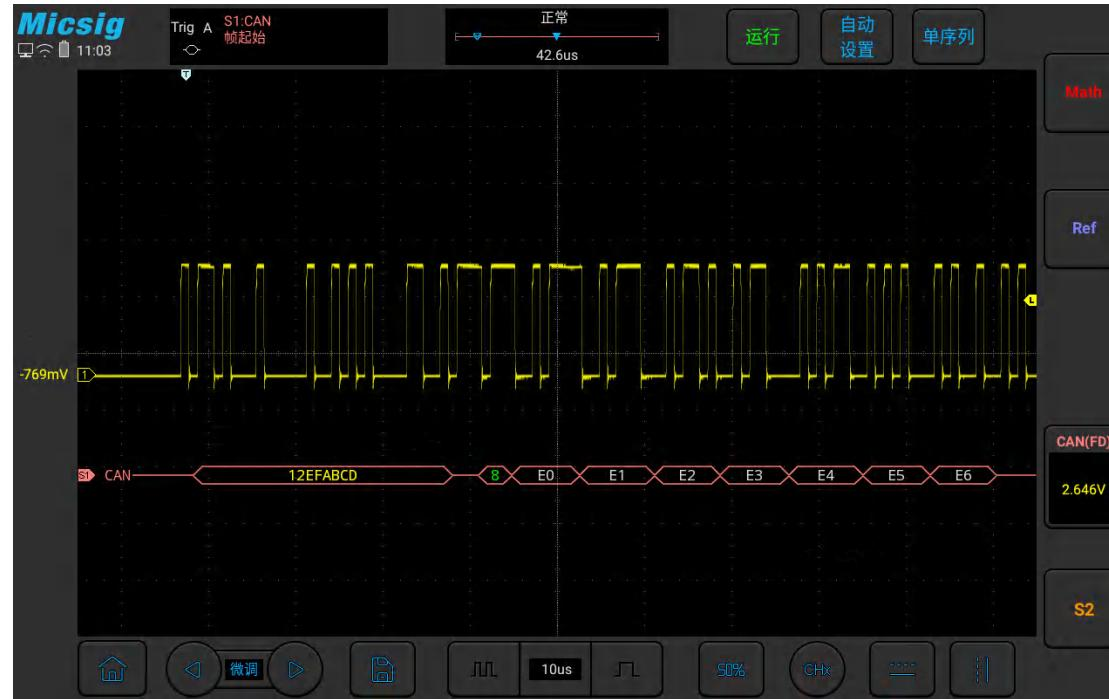

图11-16 CAN 图形界面
- (1) 轻点 S1 打开解码通道，向左轻扫 S1 打开总线配置菜单；
- (2) 选择总线类型为“CAN”，依次点选“Ch1”“CAN_H”“500kb/s”，FD 波特率设置为“无”，设置完成后点按空白区域关闭菜单；
- (3) 打开触发方式配置菜单，点选“帧起始”；
- (4) 依据信号幅值调节阈值电平； CAN 触发图形界面见图 11-16：